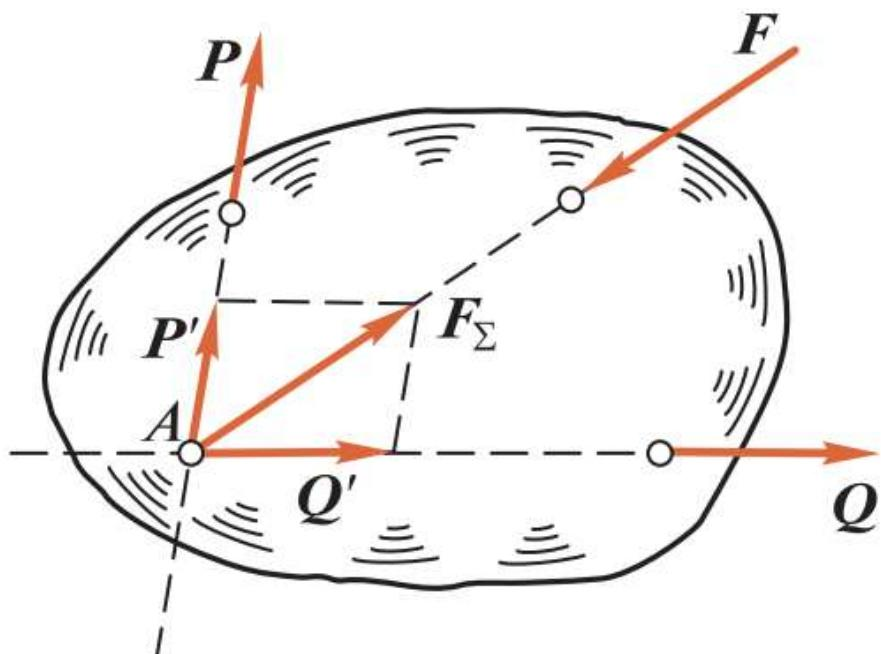

Рис. 1.5
**Теорема.** Для равновесия плоской системы трех непараллельных сил необходимо, но недостаточно, чтобы линии действия этих сил пересекались в одной точке. Пусть даны силы  $P$ ,  $Q$  и  $F$ , причем линии действия сил  $P$  и  $Q$  пересекаются в точке  $A$  (рис. 1.5). На основании следствия из аксиом III и IV перенесем силы  $P$  и  $Q$  вдоль линий их действия в точку  $A$  и на основании аксиомы параллелограмма найдем равнодействующую  $F_{\Sigma}$  этих сил.